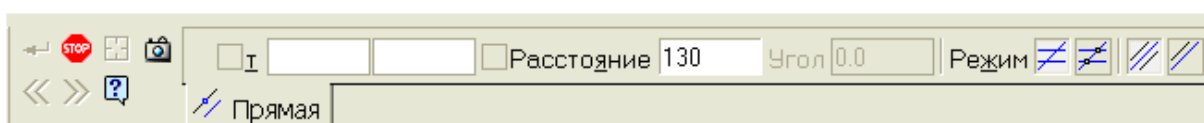

Рис. 85
3.3. У полі **Расстояние** на **Панели свойств** ввести значення відстані 130мм, на якій повинна розташуватися допоміжна пряма, та натиснути клав'яшу *Enter* (рис. 85).